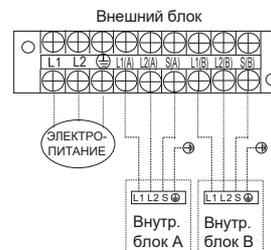

Рисунок 50 - Схема межблочных соединений сплит-системы с несколькими внутренними блоками
- Каждый внутренний блок сплит-системы должен подключаться с отдельной группе клемм внешнего блока. Например, соединительный кабель должен соединять клемму L1 внутреннего блока А с клеммой L1(A) внешнего блока. (см. рис. 50).